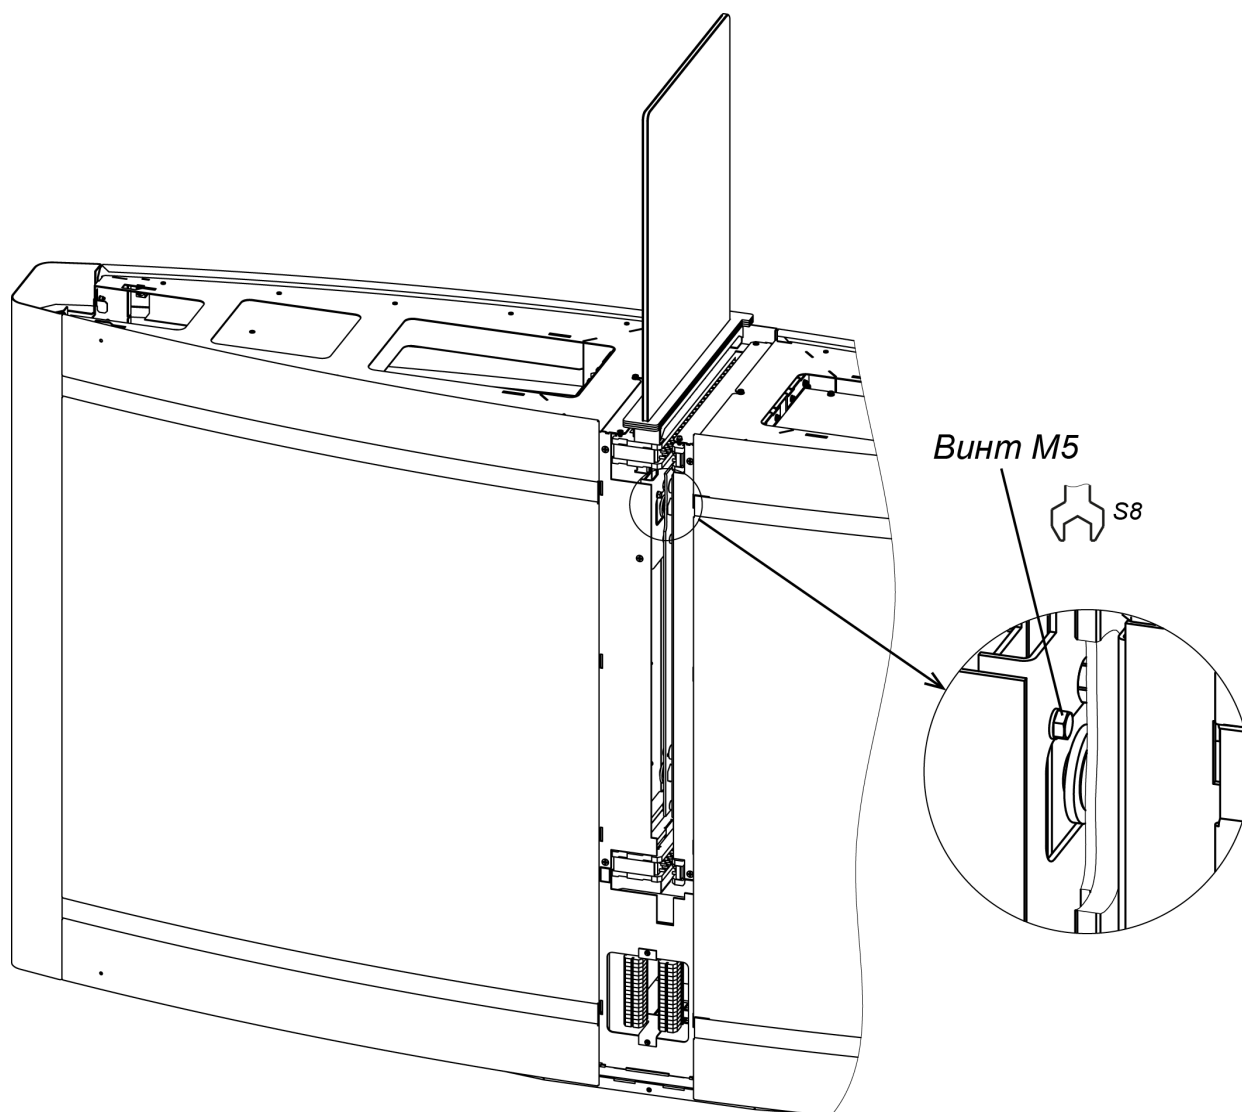

Рисунок 23. Демонтаж стекла заполнения
- Смонтируйте стекло заполнения (2) (см. разд. 8.7.5, рис. 23).
1. Ключом рожковым S8 ослабьте два винта крепления стекла М5, находящиеся под центральной вставкой (4) по бокам (см. рис. 23).